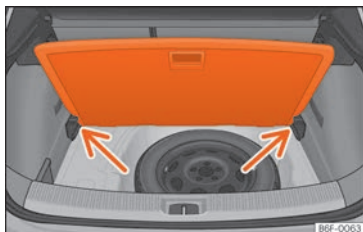

**Fig. 166** Piano variabile del bagagliaio: posizione inclinata.
- Con il piano variabile in posizione elevata, sollevarlo con la maniglia ①, tirarlo e spingere verso lo schienale dei sedili posteriori finché il piano non si piega sulla linea della cerniera e la parte mobile del piano non si appoggia sullo stesso.
- Appoggiare il piano sugli appositi alloggiamenti » » **fig. 166** [freccie].